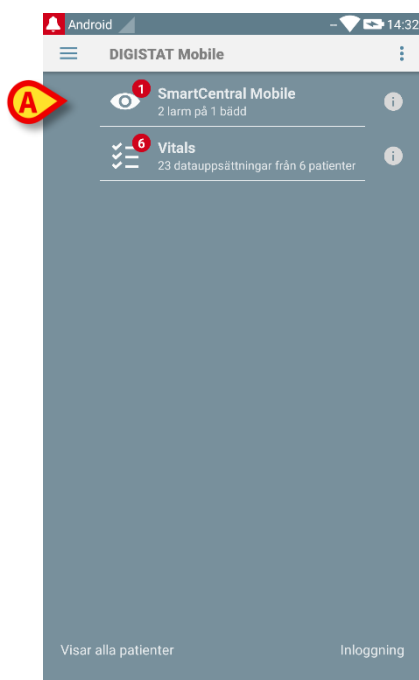

Fig. 19
- Aktivera Smart Central Mobile programmet (**Fig. 19 A**).